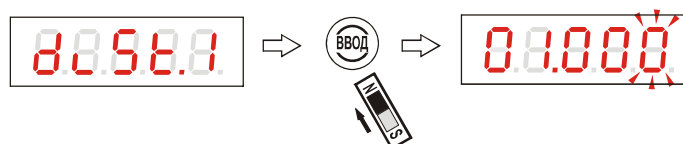

Рисунок 39 - Переход к вводу величины неизмеряемого участка
2.8.9 Для входа в подраздел настройки «**dist.1**» необходимо «нажать» «ВВОД». На цифровом табло появляется числовое значение величины неизмеряемого участка, хранимое в памяти уровнемера; миганием выделен доступный для редактирования разряд, рисунок 39: